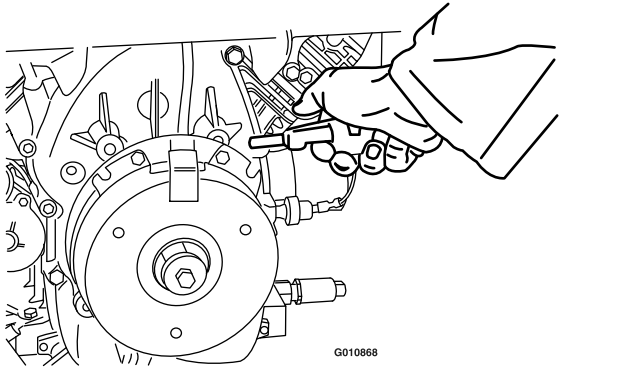

Figura 83
3. Utilizar un compresor de aire, elimine cualquier residuo de debajo del polo de freno y de alrededor de los espaciadores del freno (Figura 83).